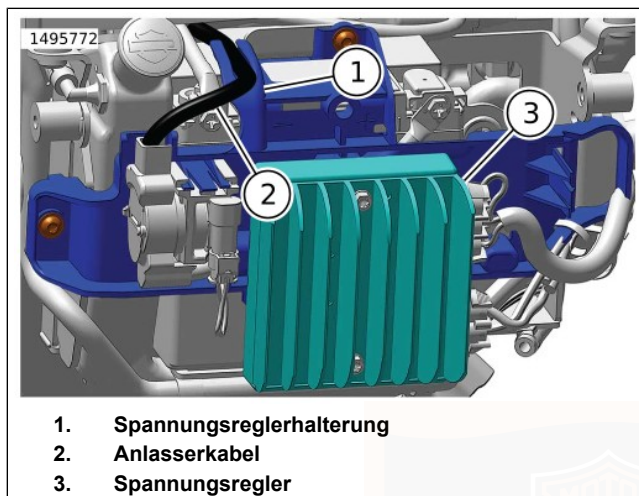

Abbildung 84. Negative Kabelhalterung
- a. Abbildung 84 Das Anlasserkabel (2) in der Halterung (1) verlegen.